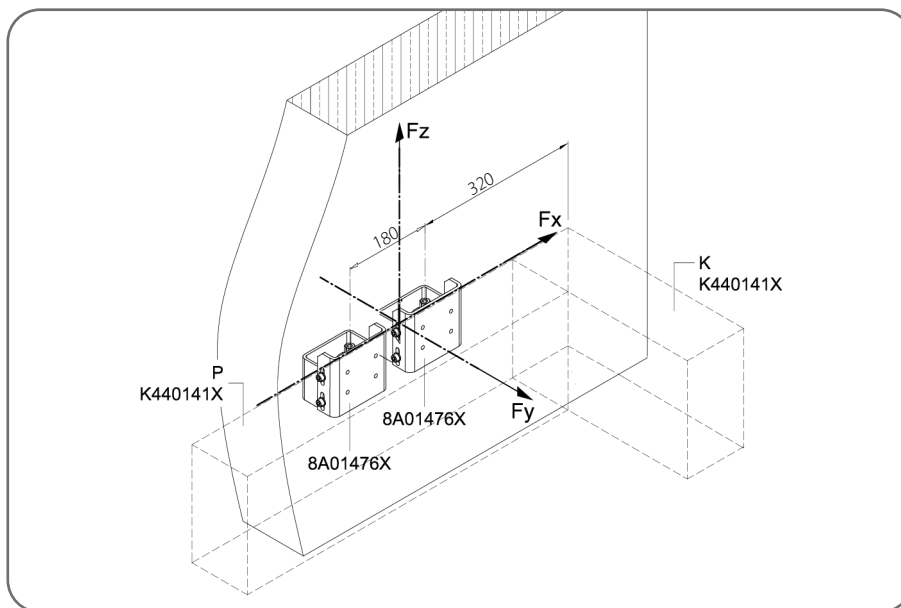

Рис. 6 Лінійна монтажна консоль 8A01476X
- Глибина (пухкі ґрунти): У випадку пухких ґрунтів (глина, суглинок, лес, мулистий пісок) дно фундаменту повинно знаходитися нижче місцевої глибини промерзання ґрунту, яка для Польщі становить від 0,8 м до 1,4 м (згідно з рис. 6).